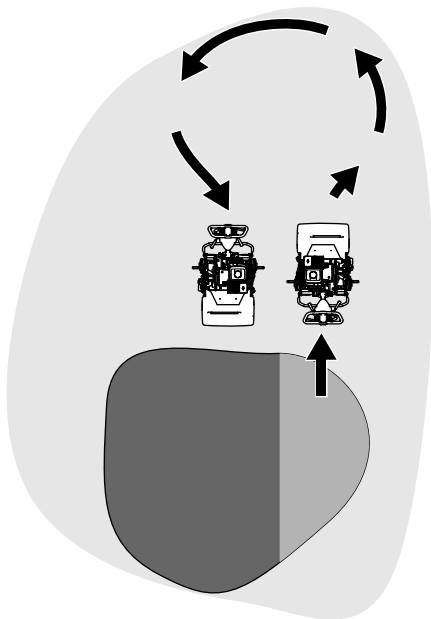

Figure 19
- Faites demi-tour en dehors du green en soulevant le cylindre de coupe (appuyez sur le guidon) et exécutez un demi-tour en « goutte d'eau » sur le tambour de déplacement (Figure 19).
- 1. Localisez le levier d'engagement de déplacement sur le boîtier d'engrenages de la transmission (Figure 19).